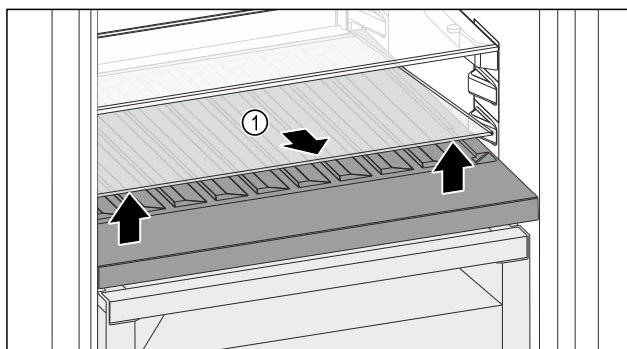

Fig. 109
- Podnieść płytę szklaną Fig. 109 (1) z przodu przy zagłębieniu i wyciągnąć.
- Przechować płytę szklaną Fig. 109 (1) w bezpiecznym miejscu poza urządzeniem.